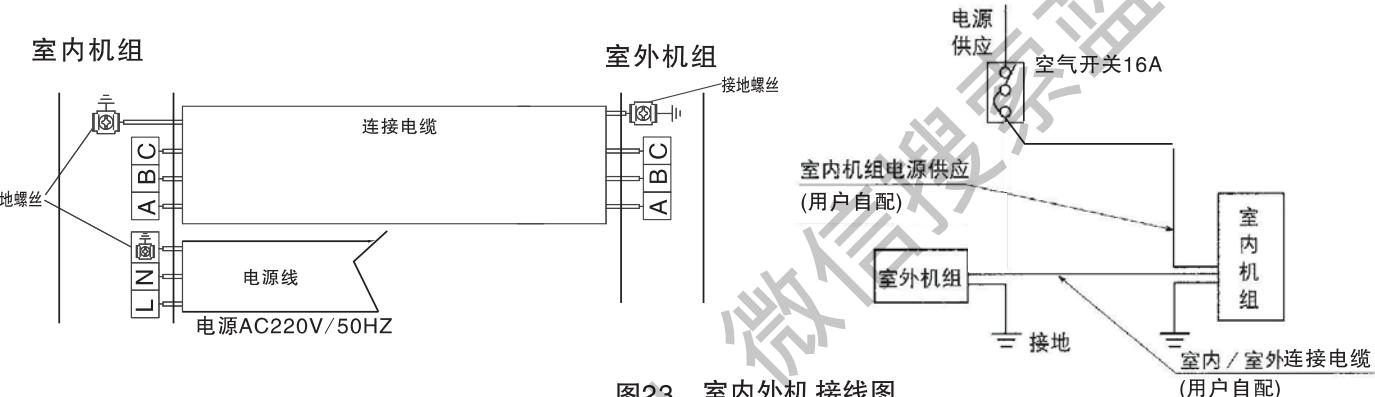

图23 室内外机接线图
- (1) 用附件连接电缆按接线图示要求正确地连接室内外机组，绝对不可连接错误(如图23)。
(2) 连接电缆必须用室内外机组上的附属电线压板压紧。